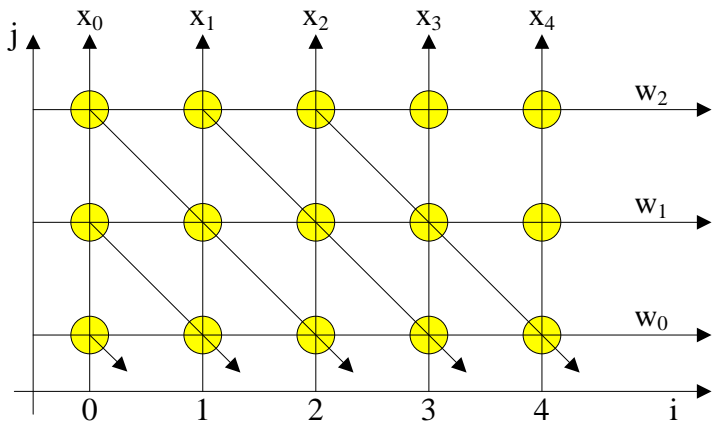
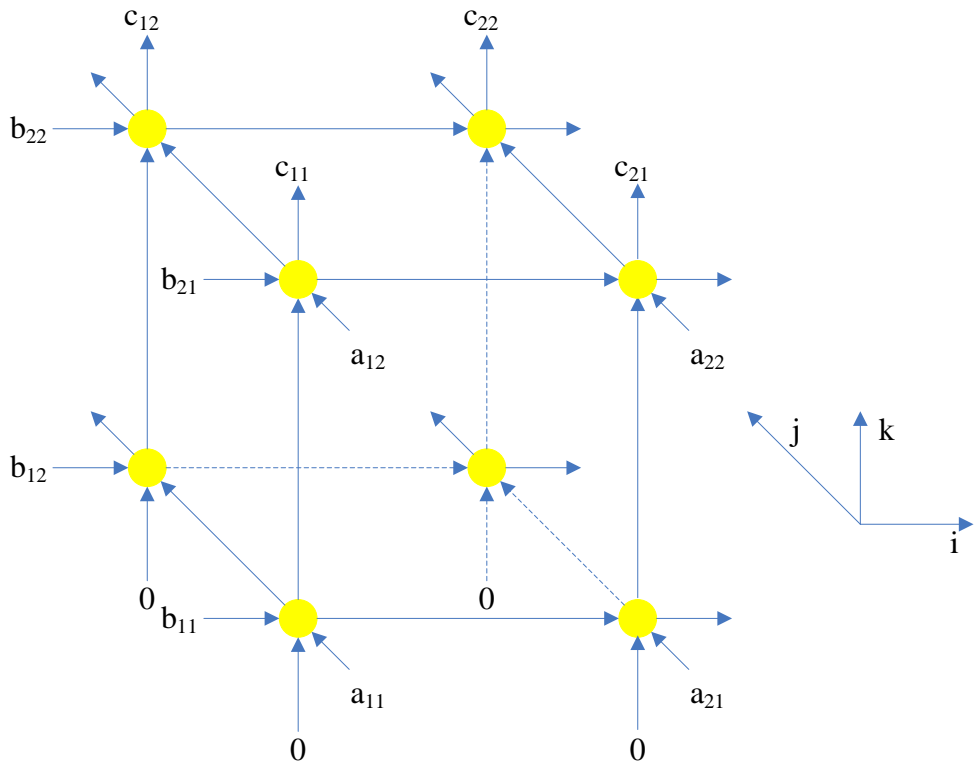
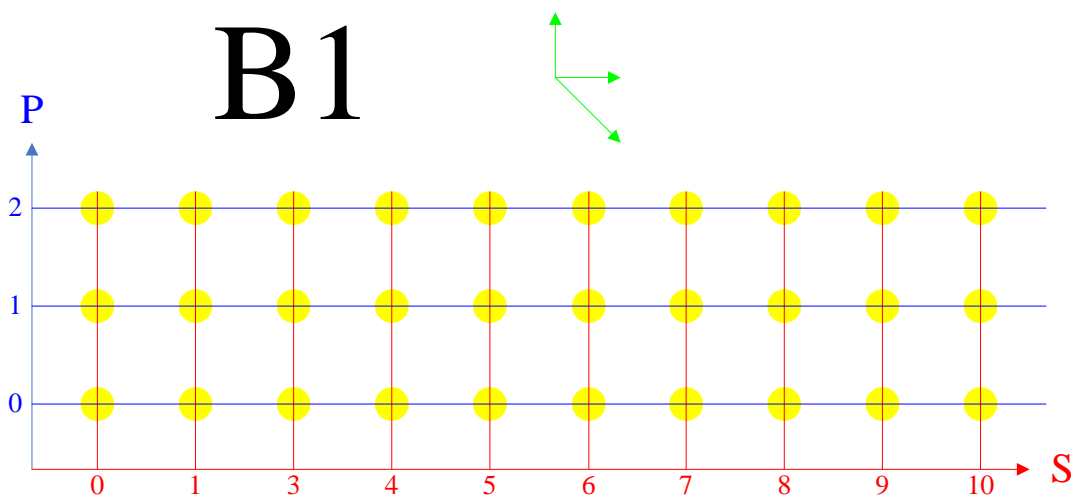
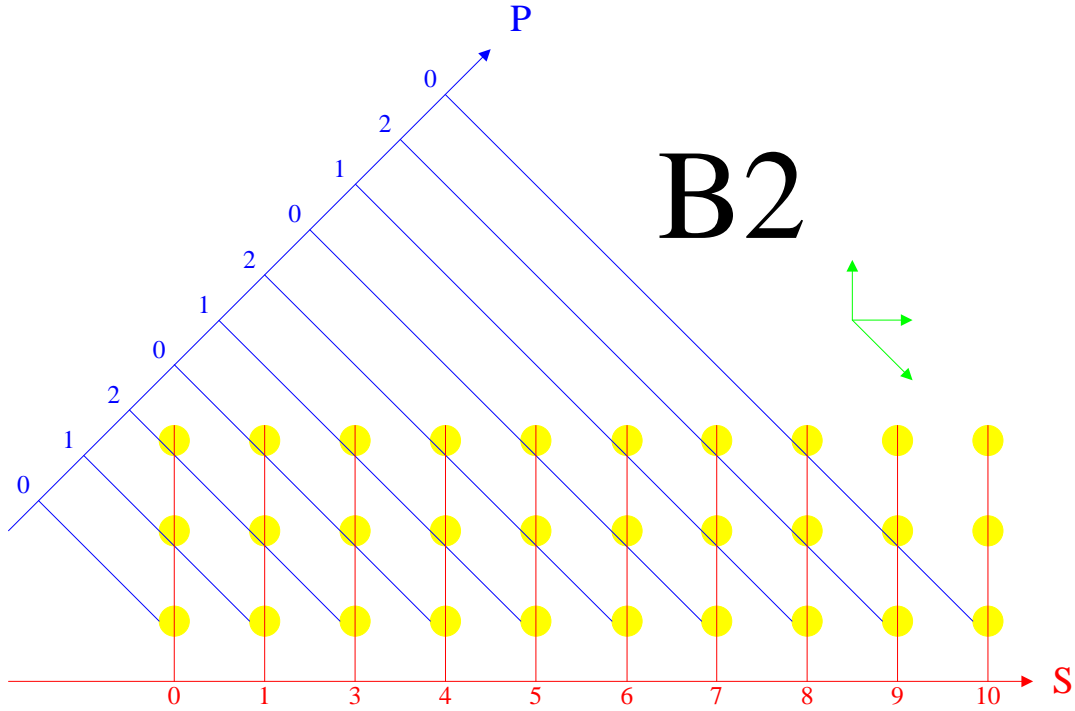

图 1 三阶 FIR 依赖图， $y(n)=w_0 \cdot x(n)+w_1 \cdot x(n-1)+w_2 \cdot x(n-2)$
图 2 2x2 矩阵乘法 $C=A \times B$
图 4 B1 脉动阵列映射图（输入广播，结果移动，权重保持）
图 5 B2 脉动阵列映射图（输入广播，权重移动，结果保持）
如何根据规则 DG 设计出脉动结构。比如三阶 FIR 滤波器和 2x2 矩阵乘法的 DG 如下图 1 和图 2 所示，
例如图 1 的每个节点都可以看成具有三条边，一条从左向右 $[1,0]^T$ 的权值边，一条从下到上 $[0,1]^T$ 的输入边，一条斜向右下角 $[1,-1]^T$ 的输出边。图 2 的每个节点也有三条边，分别是 $[1,0,0]^T$ 方向的输入 b ， $[0,1,1]^T$ 方向的输入 a 和 $[0,0,1]^T$ 方向的输出 “ c ”。说起来，这个判据也不是绝对的严格，大家体会体会吧，也许等你大致弄明白脉动的设计方法之后，你会理解现在所说的这些话。这里值得注意的是，我们用 $[0,0,1]^T$ 之类的符号表示方向，比如在图二中，清楚的标出了坐标系 $i-j-k$ ，那么 $[0,0,1]^T$ 就表示向上的一个方向，又比如在图一中是以 $i-j$ 构成坐标系，那么 $[1,-1]^T$ 就表示斜向右下角的方向。
例一、3 阶 FIR 滤波器的脉动阵列设计，DG 如图 1 所示。
如图 1 的 3 阶 FIR DG，表示了所有（无限次）迭代的节点依赖关系，为了在硬件上进行实现，必须将 DG 映射到实际电路，也就是说必须将 DG 中的节点和边分别映射为具体的硬件处理单元和互联关系（或者是带延时的互联关系）。在我们要讨论的脉动设计技术中，这种映射是通过投影来实现的，具体而言，如图 4 示
我们把 DG 图所在的 i - j 空间投影到一维脉动阵列空间。一维脉动阵列是“这么样”的一个 2 维空间，一个维度是 PE 空间，也就是说 PE 是线形的，另一个维度是时间；同理二维脉动阵列是一个 3 维空间，其中两个维度形成 PE 空间，显然 PE 就是平面网络，可能是矩形也可能是三角形或六边形等，另外一个维度是时间。如图 4，蓝色坐标轴 P 是 PE 轴，红色坐标轴 S 是时间轴，图中的水平蓝线和竖直红线清楚的显示了节点（黄色）是如何投影到 PE 轴和时间轴的，这种投影的物理意义是：所有在同一条竖直红线上的节点在同一个周期被调度执行，比如从左边起的第一列三个节点投影到 S 轴的 0 位置，那么这三个节点将在周期 0 被调度执行，同理第二列的三个节点将在周期 1 调度执行，也就是说一个节点投影到 S 轴的哪个位置，就表示在那个周期被调度执行。现在我们知道了每个节点调度时刻是怎么
回到对图 4 的脉动设计，我们构造了这样一个脉动空间，它的时间轴与 i 轴平行，它的处理器轴与 j 轴平行，i-j 指的是 DG 空间的坐标轴，而 S-P 指的是脉动空间的坐标轴，在图 4 的例子中，构造的脉动空间恰好与 DG 空间“重合”。注意这只是个偶然，因为还可以构造很多其他形式的脉动空间，千万不要以为 DG 空间就是脉动空间，不要两者傻傻分不清楚。
1. 从图 4 的处理器轴，可以看出所需的线形脉动网络包含 3 个 PE，0 周期左边起第一列节点调度到这三个 PE 执行，1 周期轮到第二列节点，2 周期是第三列节点，这样一直延续下去，在硬件上可以先画出三个 PE 单元，如下图
2. 接下来，需要把 DG 中节点的边映射为各个 PE 之间的互联关系。同时看图 1 的 DG 和图 4 的脉动空间映射，对于 $[1,0]^T$ 方向的权值 w 边（水平向右），权值边连接相邻的两个水平节点，将该边投影到 S 上，跨越一个周期，将改变投影到 P 上，位于同一 PE，这就表示，权值边在硬件上是同一个 PE 上延时一个周期的连线，如下图示
3. 得出脉动结构图，结合 DG 中节点的具体内容，即可画出最终电路。图 1 节点的内容是一个乘法加法的级联单元，最终电路图如下示，其中虚线所圈为节点的具体内容，
对于图 4 的映射过程，我们是通过观察直接构造出脉动阵列，但是对于更为复杂的映射有
观察图 5 的脉动空间，这里所选择的处理器轴 P 和图 4 的不一样，所形成的脉动空间 S-P 也不同于图 4。
即节点 $\begin{bmatrix} i \\ j \end{bmatrix}$ 在 $S \cdot \begin{bmatrix} i \\ j \end{bmatrix}$ 周期被调度到 $P \cdot \begin{bmatrix} i \\ j \end{bmatrix}$ 处理器执行。例如图 5 中左下角第一个节点，
$P \cdot \begin{bmatrix} i \\ j \end{bmatrix} = \begin{bmatrix} 1 \\ 1 \end{bmatrix} \cdot \begin{bmatrix} 0 \\ 2 \end{bmatrix} = 1 \times 0 + 1 \times 2 = 2$ 处理器执行，从图 5 中你显然可以看出这一点。细心的读者也许会发现图 5 中 P 轴上的坐标并不是逐渐递增的，而是 012012012.... 不断
脉动阵列的设计就是那么具有技巧性。观察图 5，可以发现同一周期最多只有 3 个节点被映射到 P 轴的处理器执行，也就是说只需 3 个处理器便可以保证构造出功能正确的
限个处理器才能构造出脉动阵列来。对于图 5 的情况，可以循环利用 3 个处理器即可实现脉动阵列。类似 B1 的设计，这里先画出三个 PE 单元，如下图
- 在 DG 中存在三条边，分别是 $[1,0]^T$ 的权值 w 边、 $[0,1]^T$ 的输入 x 边以及 $[1,-1]^T$ 的输出 y 边，如图 5 的绿线所示。注意这些矢量不仅表示了这些边的方向，也表示了这些边的长度，不要以为 $[1,0]^T$ 和 $[2,0]^T$ 代表相同的边，它们只是方向相同而长度不同。将 $[1,0]^T$ 的
结合图 5 好好想像一下实际电路中发生的情况吧，你会发现的确这些权值就是在各个 PE 之间这样循环流动的。接下来是 $[0,1]^T$ 的输入 x 边，分别投影到 S 轴和 P 轴，有
在这个脉动结构中，结果的输出是比较诡异的，但是如果你看懂了图 5，也就不奇怪了。从图 5 中可以看出 0 周期在 PE0 输出 y_0 ，1 周期在 PE1 输出 y_1 ，2 周期在 PE2 输出 y_2 ，3 周期在 PE0 输出 y_3 ，等等，表现在硬件上就是上图所画的形式，实际实现通过多路选择器在特定周期选同某个 PE 上存储的结果作为最终的 y 输出，而且该 PE 结果输出之后，要对其寄存器（循环边上的 D ）进行置零初始化。